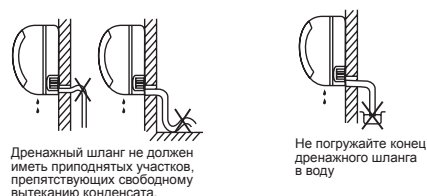

Рис. 7
1. Расположите дренажный шланг с уклоном для свободного слива. Примеры неправильного расположения дренажного шланга приведены на Рис. 7.